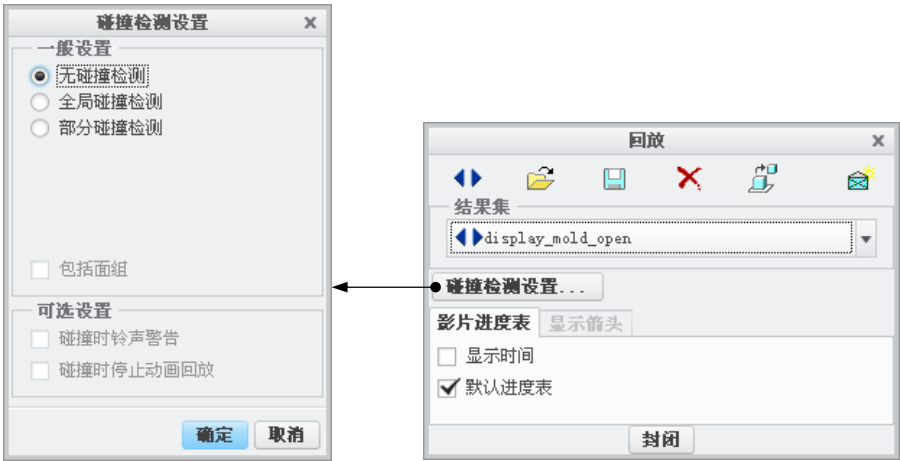

图 14.2.21 “回放”对话框
Step8. 回放动画。单击 **动画** 功能选项卡 **回放** 区域中的“回放”按钮 ，系统弹出图 14.2.21 所示的“回放”对话框。
(1) 选取动画名称。从 **结果集** 下拉列表选取一个动画名称。
(2) 定义回放中的动态干涉检查。选择在回放期间要检测的干涉类型，单击 **碰撞检测设置...** 按钮，系统弹出“碰撞检测设置”对话框。在该对话框中选中 ☒ **无碰撞检测** 单选按钮。